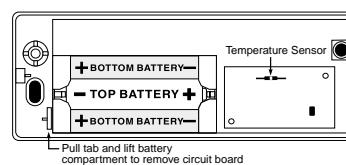

Figure 1
1. Observe the correct polarity (see Figure 1).
1. Respectez la polarité (voir Figure 1).